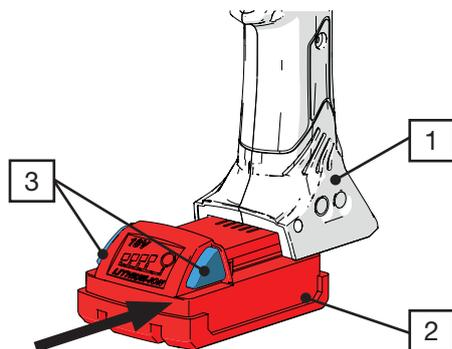

Fig. 11: Inserimento della batteria
- Inserire la batteria (Fig. 11/2) la pinza di serraggio CP 10 / CP 20 / CC 20 (Fig. 11/1) finché non si innesta saldamente.
La batteria è inserita quando i pulsanti (Fig. 11/3) si muovono e si sente un clic.